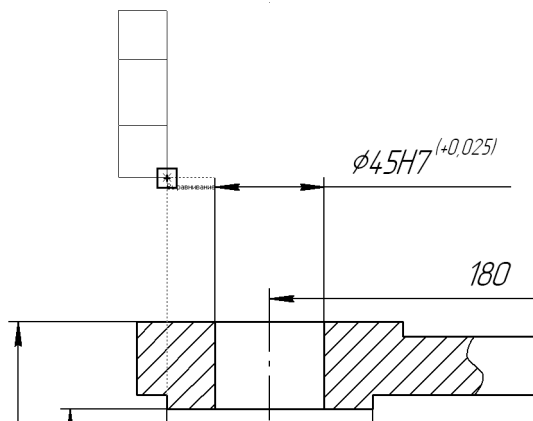

Рис. 51.109. Задание положения таблицы допуска формы
1.6. Чтобы разместить таблицу на поле чертежа, воспользуйтесь локальной привязкой **Выравнивание** (рис. 51.109).